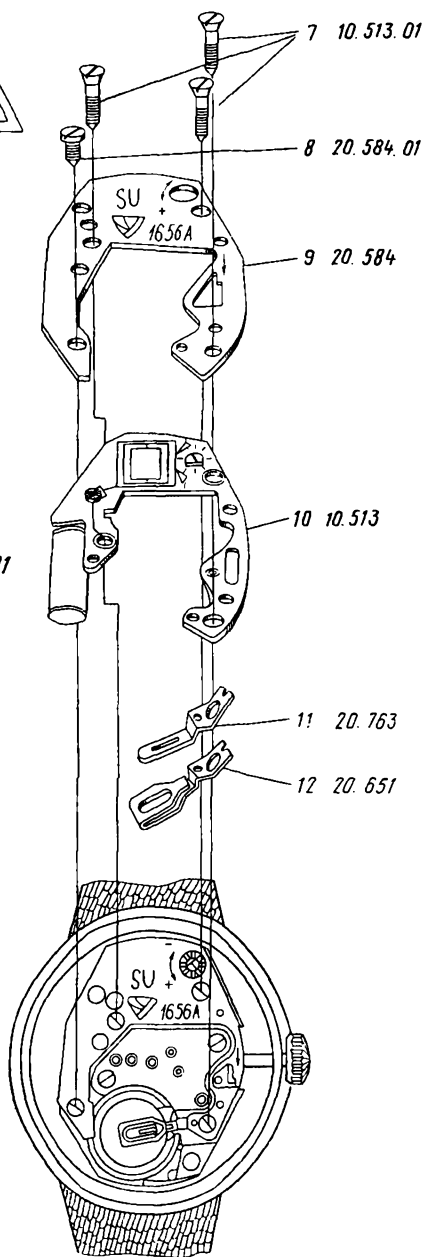

Рис. 67
8. Отвернуть и снять винты 7 блока кварцевого генератора (рис. 67)